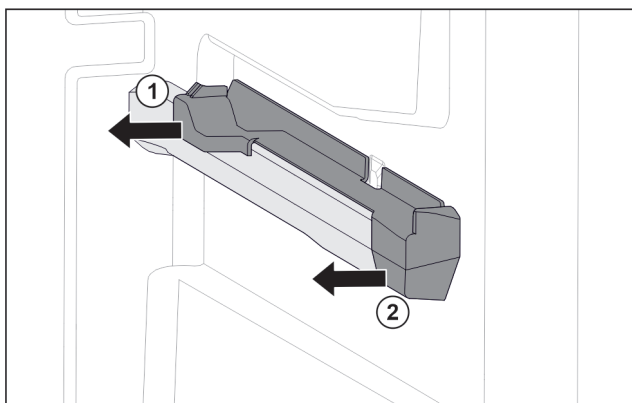

Fig. 122 Påsætningsdel på den højre beholderrist
- ▶ Træk den bageste del af påsætningsdelen af og til siden. Fig. 122 (1)
- ▶ Træk den forreste del af påsætningsdelen af og til siden. Fig. 122 (2)